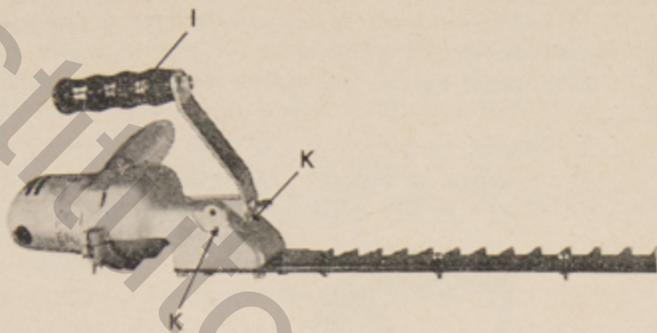
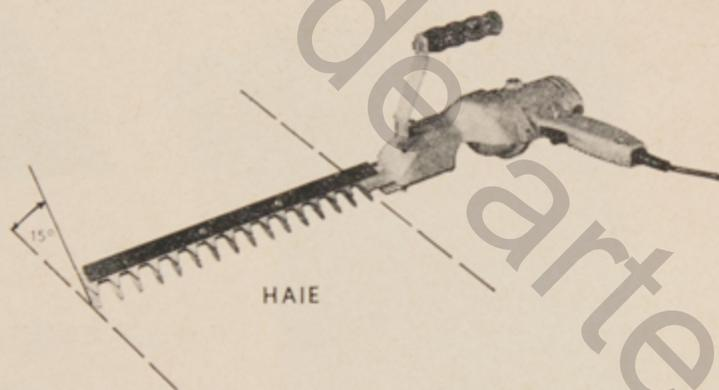

Fig. 2
Fig. 3
La position recommandée est celle représentée fig. 2 et fig. 3, c'est-à-dire la poignée montée à l'avant, légèrement penchée à droite lorsque la perceuse est tenue en main, le deuxième cran étant positionné sur le tenon (K).
Cette position est la meilleure puisqu'on obtient, du fait de l'équilibre de l'ensemble, automatiquement un angle de 15°, préconisé pour la coupe (fig. 3).